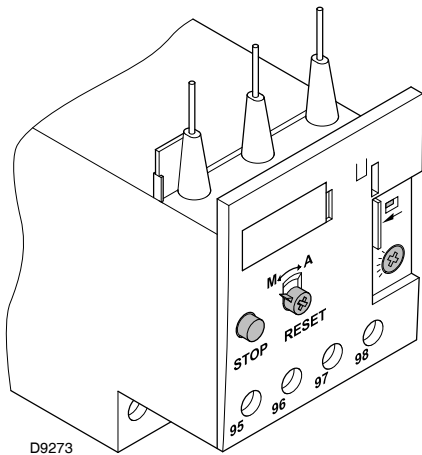

Fig. 29
Le relais thermique électromécanique (Fig. 29) est utilisé pour éviter les dégâts au moteur dus à une forte augmentation de l'absorption ou au manque d'une phase.
- Pour débloquer, en cas d'intervention du relais thermique, appuyer sur le bouton « **RESET** » (Fig. 29).
- Le bouton « **STOP** » (Fig. 29) ouvre le contact NF (95-96) et arrête le moteur.